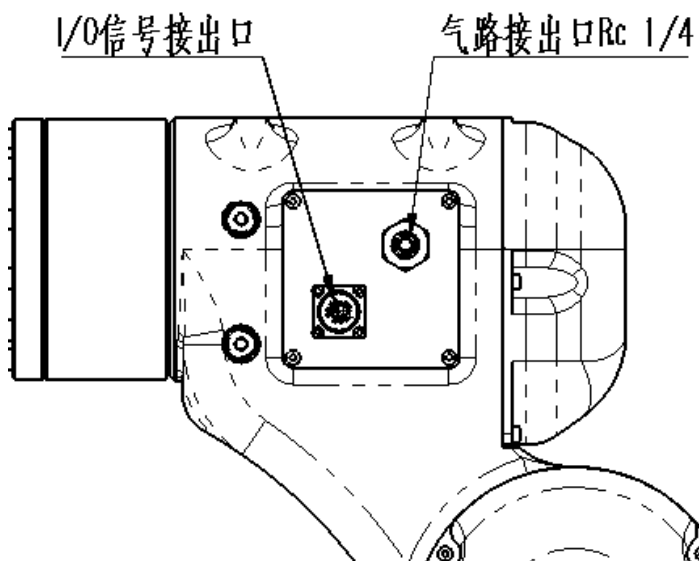

图 2.4 气路及信号接出位置图
2. 气路及信号接口接出位置及规格，位置在小臂后侧面，如图 2.4